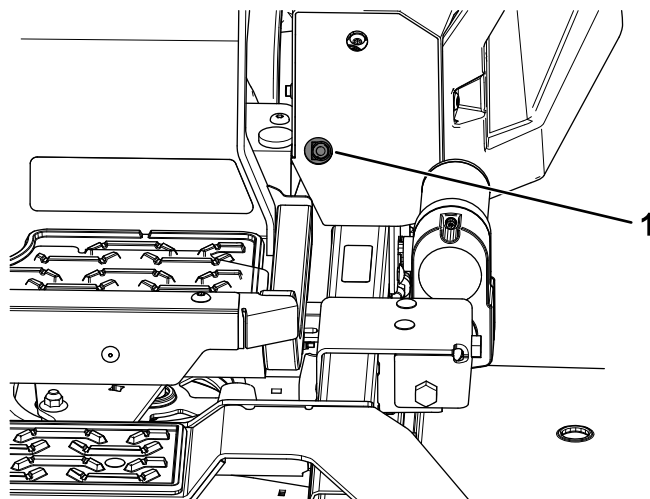
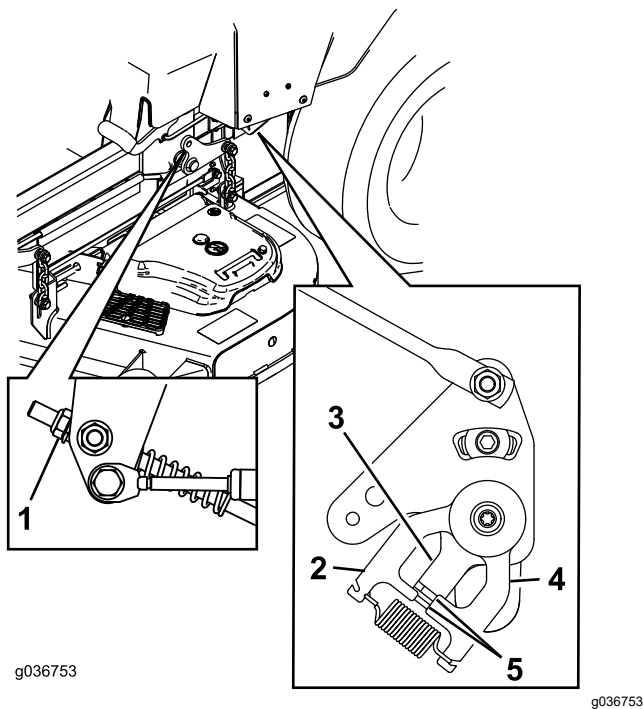

Рисунок 63
Рисунок 64
11. Отрегулируйте длины штоков управления насосами, повернув гайку в соответствующем направлении так, чтобы колеса медленно вращались в обратном направлении (**Рисунок 63** и **Рисунок 64**).